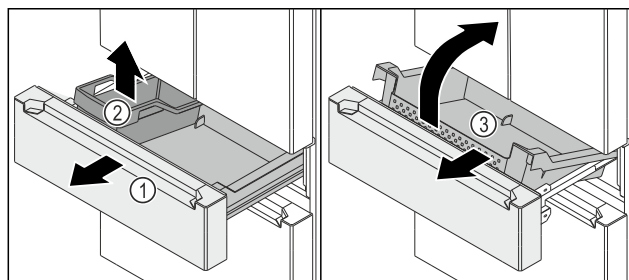

Fig. 141
- ▶ Витягніть висувний візок Fig. 141 (1) до упору.
- ▶ Вийміть FlexBox Fig. 141 (2).
- ▶ Підніміть контейнер Fig. 141 (3) спереду.
- ▶ Вийміть контейнер Fig. 141 (3) під кутом уперед.